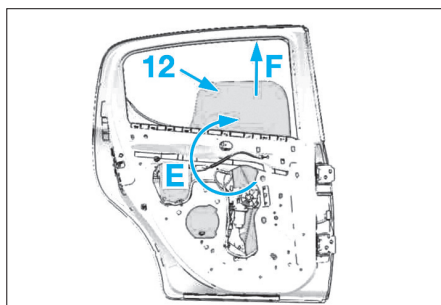

Fig. 76
- Extraire la vitre de porte arrière comme illustré en E et F (Fig.76).